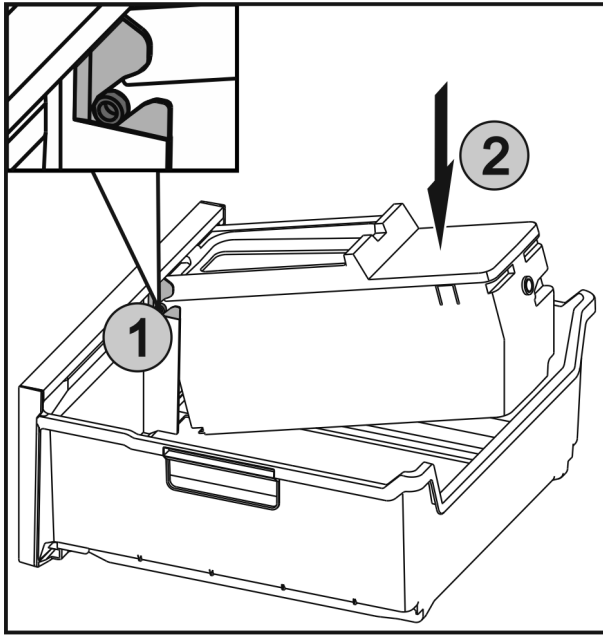

Fig. 33
- ▶ Zasuňte osi Fig. 33 (1) na EasyTwist-Ice do vedení a tlačte zadnú stranu Fig. 33 (2), kým spona nezapadne.